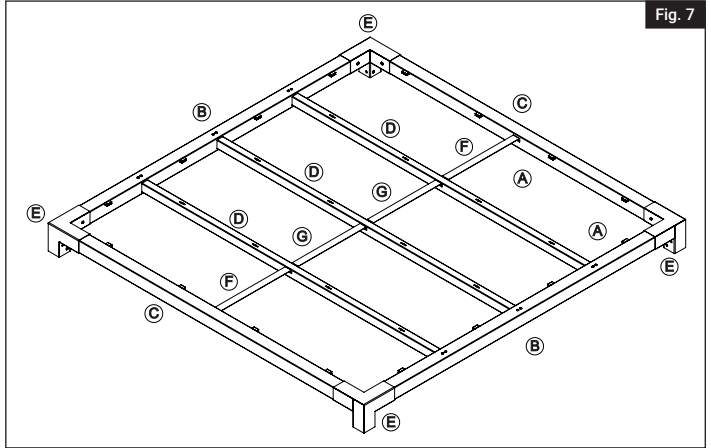

Fig. 7
Attach center braces (F) & (G) as shown through rivets (Fig. 7). Four screws per center brace. This completes the top/roof assembly.
Fixer les contrevents intermédiaires (F) et (G) comme indiqué avec des rivets (Fig. 7). Utiliser quatre vis par contrevent intermédiaire. Ceci termine l'assemblage du toit.
Fije los tirantes centrales (F) y (G) como se muestra mediante remaches (Fig. 7). Cuatro tornillos por cada tirante central. Así se completa el montaje de la parte superior/techo.